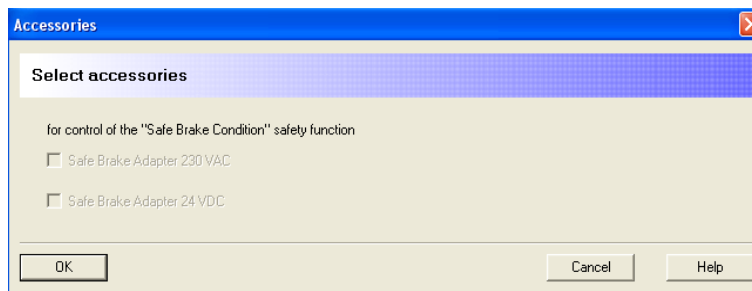

Figura 3.2.73 “Select accessories”
- *Accesories*: muestra la ventana que se puede observar en la figura 3.2.73, en la que se muestra la opción de incluir frenos de seguridad para distintas condiciones (*Safe brake condition*). En este caso al no contar este eje con freno de seguridad no se puede seleccionar ninguna de las opciones.